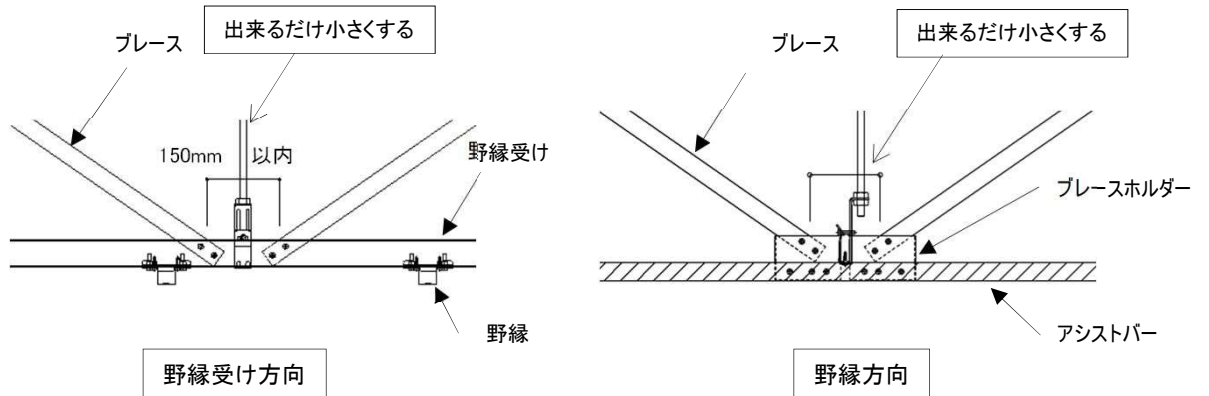

図 2-18 ブレース下部接続方法
- ・ブレースをV字で取付ける場合、ブレース下部の水平寸法は150mm以内とするが取付位置は可能な限り近づけること。(図2-18参照)